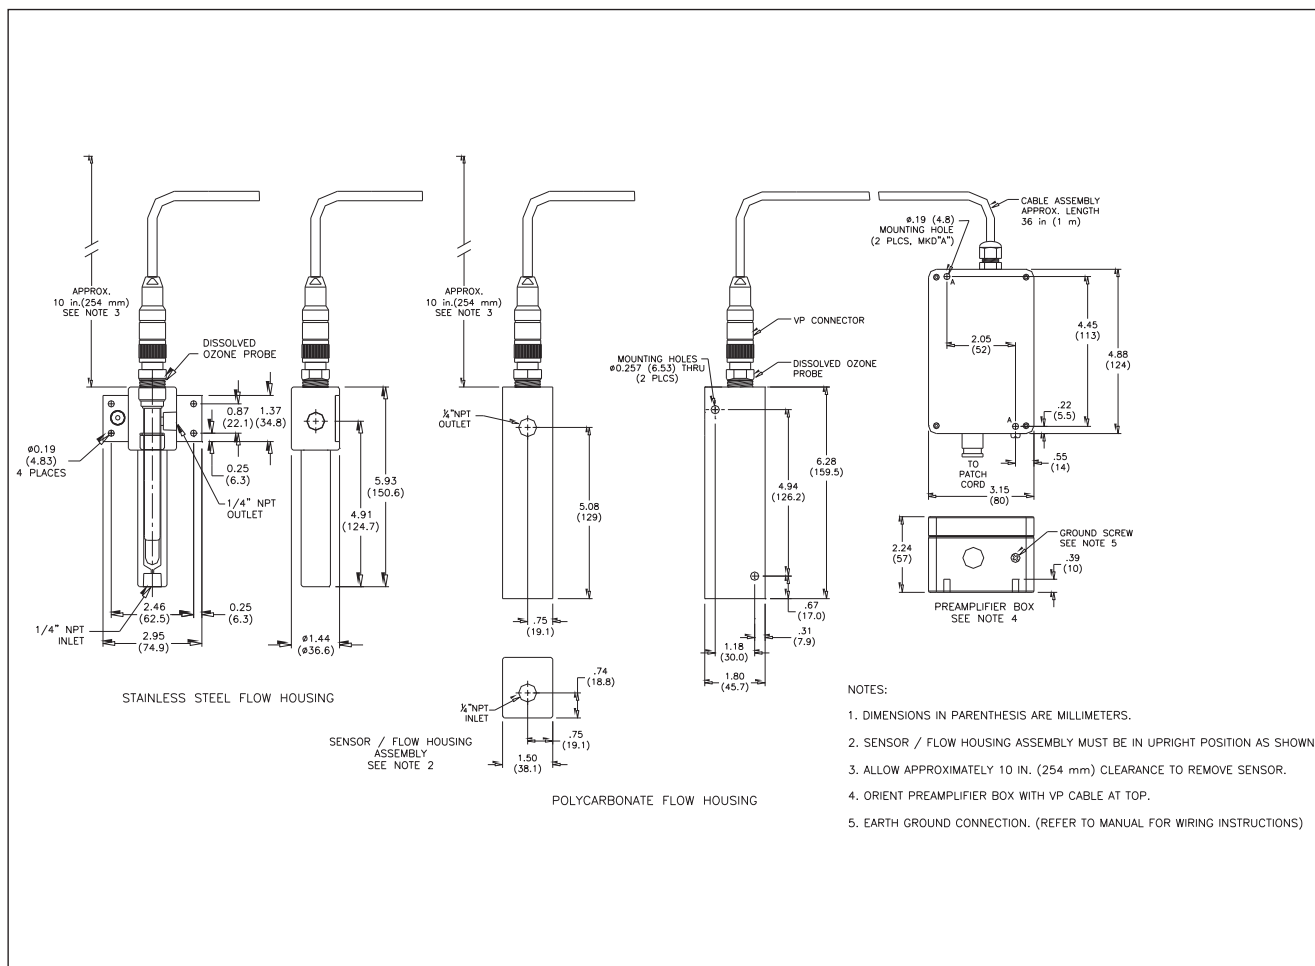

Figure 1 : Montage et dimensions des sondes d'ozone dissous
1. Monter le support et le préamplificateur (le cas échéant) en utilisant les orifices de montage et le matériel approprié pour la plaque. Orienter le préamplificateur de façon à ce que le câble de la sonde sorte au-dessus. Voir la figure 1. Relier le préamplificateur à la terre, soit en montant des vis de serrage sur une plaque raccordée à la terre, soit en branchant le câble de mise à la terre fourni par l'utilisateur sur le terminal à vis adjacent au connecteur du câble de raccordement. Installer le support sous (ou à côté) du préamplificateur pour éviter toute projection d'eau vers celui-ci. La distance entre la sonde et le préamplificateur doit être inférieure à 1 mètre (longueur du câble VP). Prévoir un espace suffisant au-dessus de la sonde pour pouvoir la retirer facilement lors des opérations d'étalonnage.